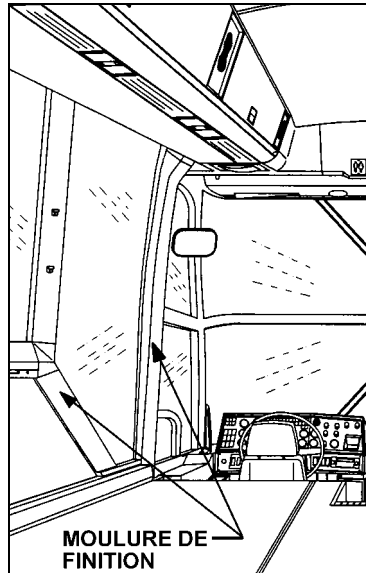

FIGURE 1: MOULURES DE FINITION
1. À partir de l'intérieur du véhicule, enlever le panneau de finition qui fait partie du panneau de protection du chauffeur. Enlever la moulure de finition située au bas de la fenêtre et la moulure située du côté long de la fenêtre puis les mettre de côté (voir fig. 1).